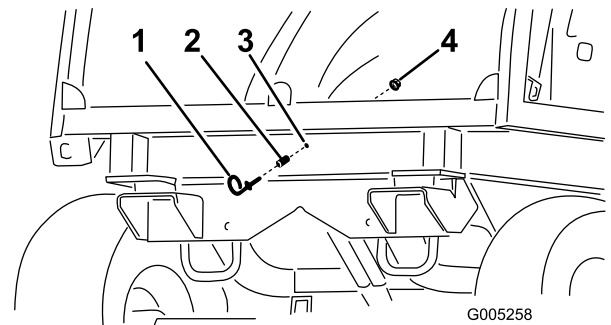

Figura 73
2. Desde delante de la cabina, monte el ojal y el espaciador en la pared de la cabina con una tuerca con arandela prensada (Figura 73).